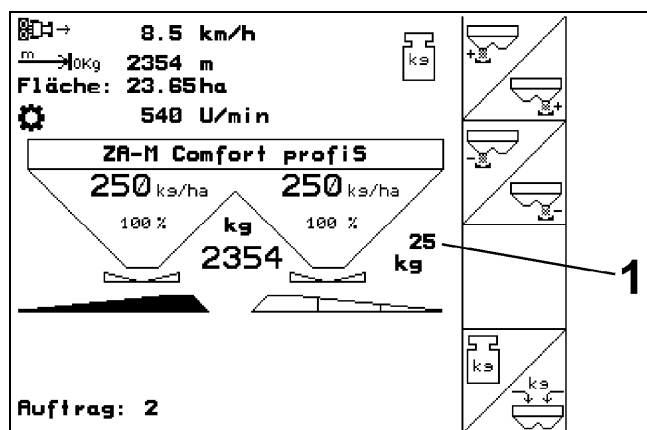

Fig. 35
- I arbeidsmenyen vises den utlagte gjødselmengden (Fig. 35/1).